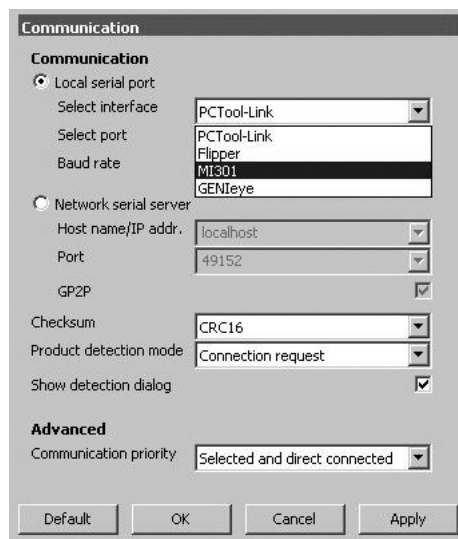

Рис. 18 Выбор пользовательского интерфейса
6. Откройте раскрывающийся список "Select interface" (выбрать интерфейс) и выберите "MI 301". См. рис. 18.
7. Откройте раскрывающийся список "Select port" (выбрать порт) и выберите порт "PC Tool link". См. рис. 18. Нажмите [Apply] (применить).